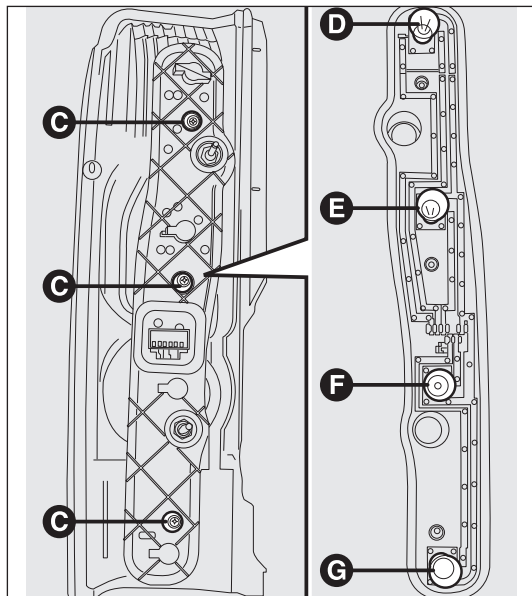

fig. 191
- Skruva ur skruvarna C-fig. 191 med den medlevererade skruvmejseln och ta ut lamphållaren.